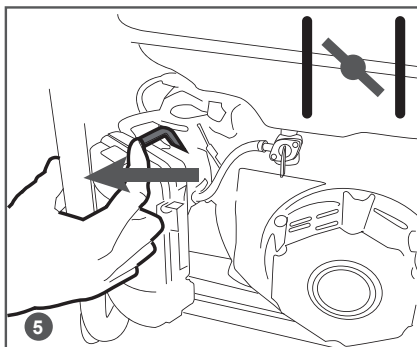

Рис. 12 Закрытие воздушной заслонки
5. Закройте воздушную заслонку карбюратора. Для этого переведите рычаг управления воздушной заслонкой в крайнее левое положение (Рис. 12).
В процессе работы генератора при температуре окружающей среды ниже -10°C в трубке 1 системы вентиляции картера происходит образование конденсата и его замерзание (Рис. 12). Это приводит к повышению давления в картере двигателя и выдавливанию моторного масла через сальники и прокладки, в результате чего происходит выход двигателя из строя из-за недостаточной смазки. Проверяйте трубку 1 системы вентиляции картера на наличие ледяной пробки каждые 30 минут или чаще (Рис. 18).